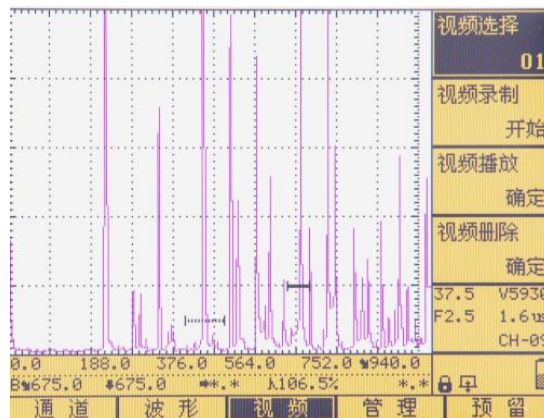

图 5.3
- 1、单击【视频】键，或者按 2 次【系统】键，再按【F3】键，进入视频操作界面，如图 5.3 所示。